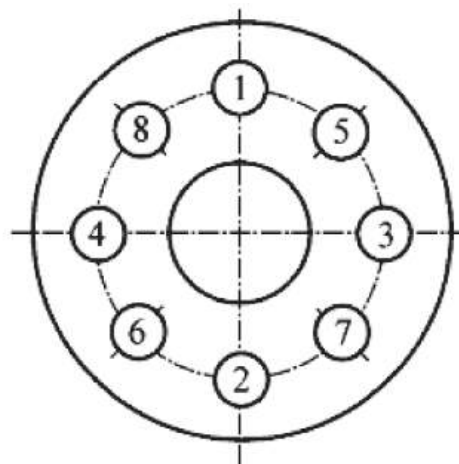

Рис. 12 Последовательность затяжки фланцев
Последовательность затяжки фланцев (Рис. 12)
3. смонтировать болты крепления фланца узлов герметизации **5** (Рис. 12);